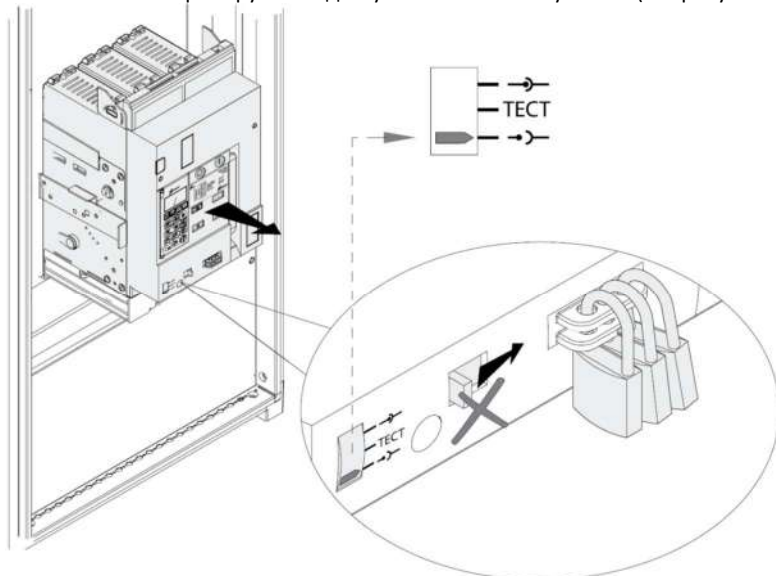

Рисунок 10 – Блокировка предохранительной шторки гнезда рукоятки для выкатывания
5.4 Выдвижной выключатель может быть заблокирован в выкаченном положении путём блокировки предохранительной шторки отверстия ручки для выкатывания выключателя с помощью навесных замков с диаметром дужки от 5 до 8 мм (см. рисунок 10).